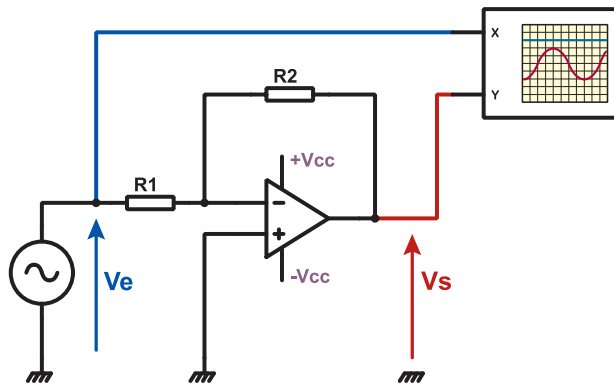

Figure 16
1.1. A l'aide d'un logiciel de simulation, d'un simulateur ou d'une maquette, câbler le montage de la figure 16.